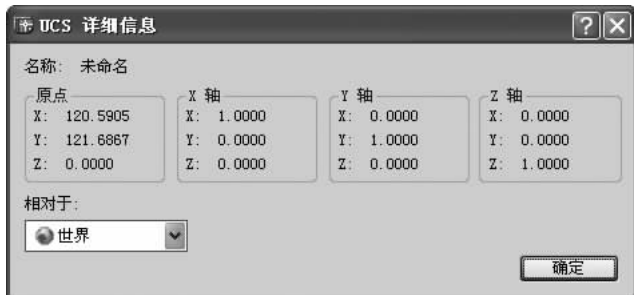

图 3-6 【UCS 详细信息】对话框
2) 选择【当前 UCS: 未命名】列表框中某一坐标系选项，单击【详细信息】按钮，在弹出的【UCS 详细信息】对话框中即可查看坐标系的详细信息，如图 3-6 所示。